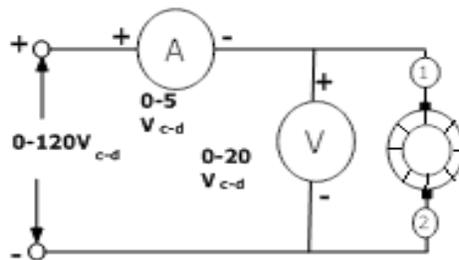

Figura 1-3.
9. Conecte el circuito que aparece en la **Figura 1-3**.